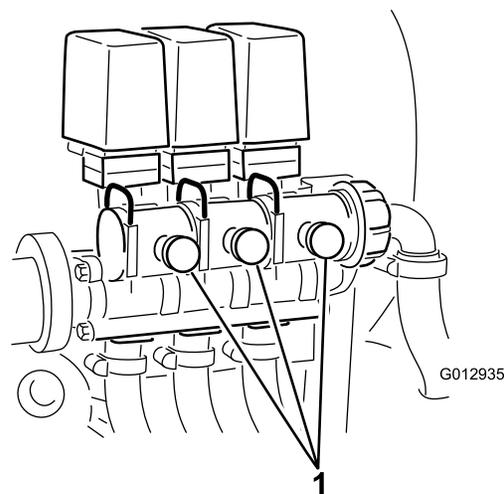

Figura 24
9. Ajuste la válvula de desvío del brazo (Figura 24), en el lado trasero de la válvula de control del brazo que desactivó, hasta que la presión indicada en el manómetro sea la misma que en el paso 7.